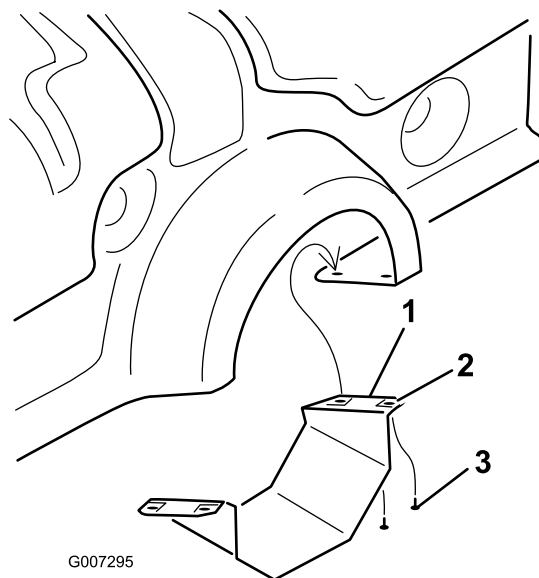

Figura 10
1. En el ProCore 864 solamente, retire el protector inferior de la TDF (Figura 10).